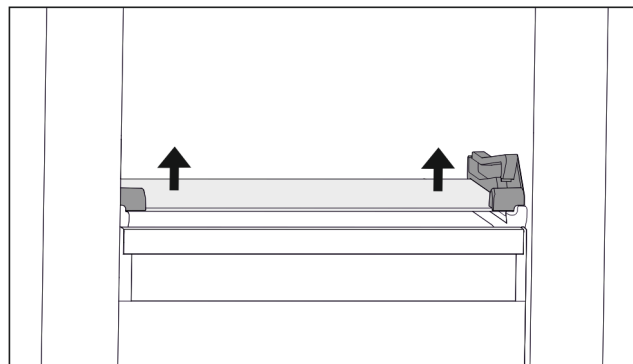

Fig. 108 Glashylla för tippbar utdragslåda
- ▶ Tryck upp glashyllan underifrån på båda sidorna. (se Fig. 108)